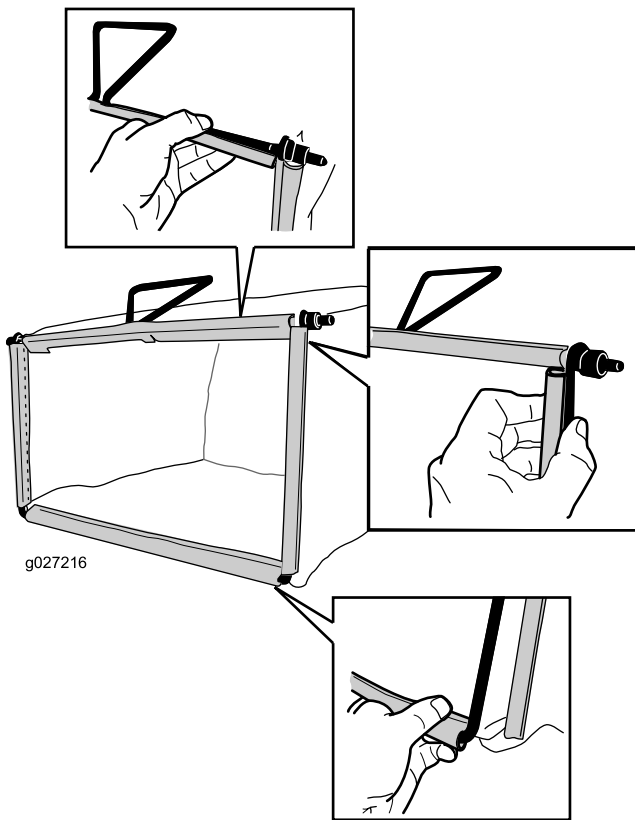

Figura 9
2. Engate o canal inferior do saco na parte inferior da estrutura (Figura 9).
3. Engate os canais superior e lateral do saco na parte superior e lateral da estrutura, respetivamente (Figura 9).